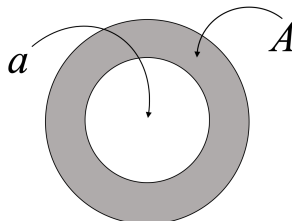

Рис. 2. Внутреннее сечение и сечение стенок трубки.
3. Определите площадь внутреннего сечения трубки a и площадь сечения ее стенок A (см. рисунок 2).